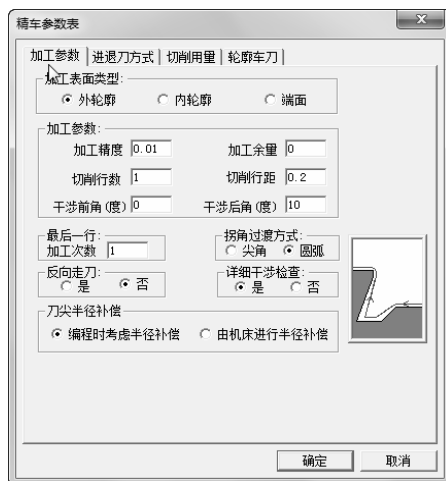

图 6-30 精车加工参数设定
1) 单击“加工参数”选项卡,如图 6-30 所示。设置具体参数如下:加工表面类型:外轮廓;加工精度:0.01;加工余量:0;切削行数:1;切削行距:0.2;干涉前角:0;干涉后角:10;最后一行加工次数:1;拐角过渡方式:圆弧;反向走刀:否;详细干涉检查:是;刀尖半径补偿:编程时考虑半径补偿。